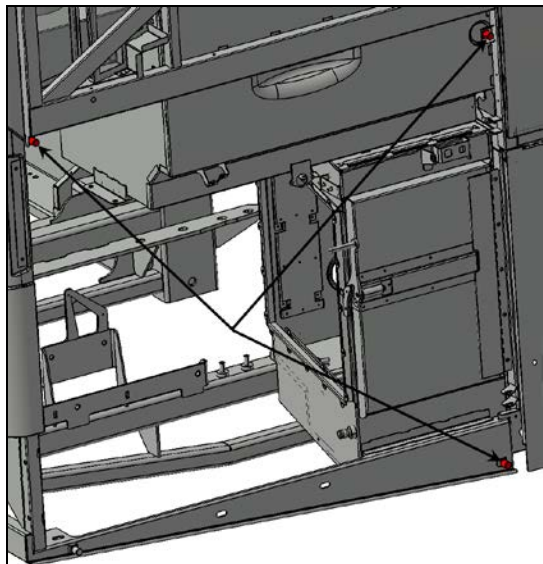
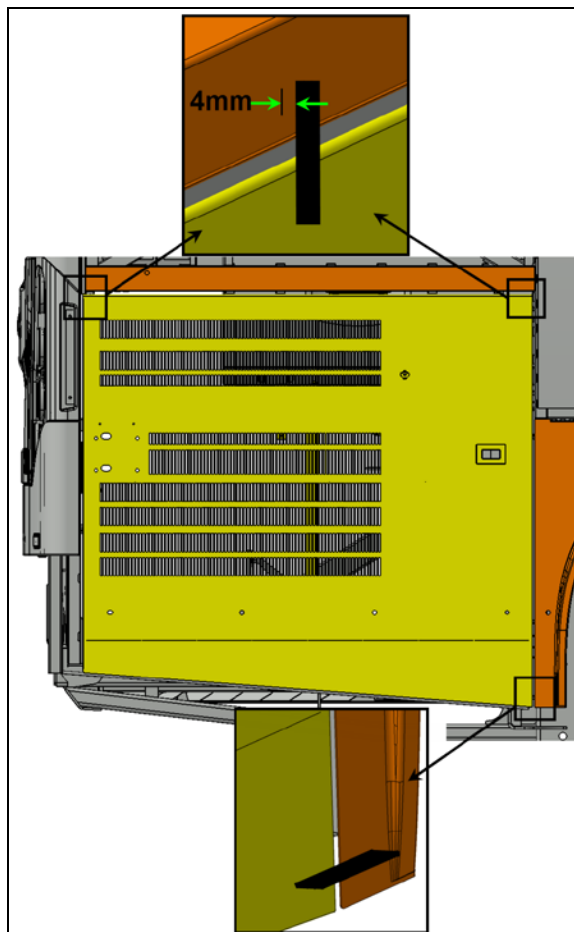

FIGURE 128:
FIGURE 129:
18. Visser ou dévisser les butées supérieures afin que la partie supérieure de la porte excède le panneau supérieur de $5/32''$ à $3/16''$ (4mm à 5mm) (Voir Figure 128: et Figure 129:).